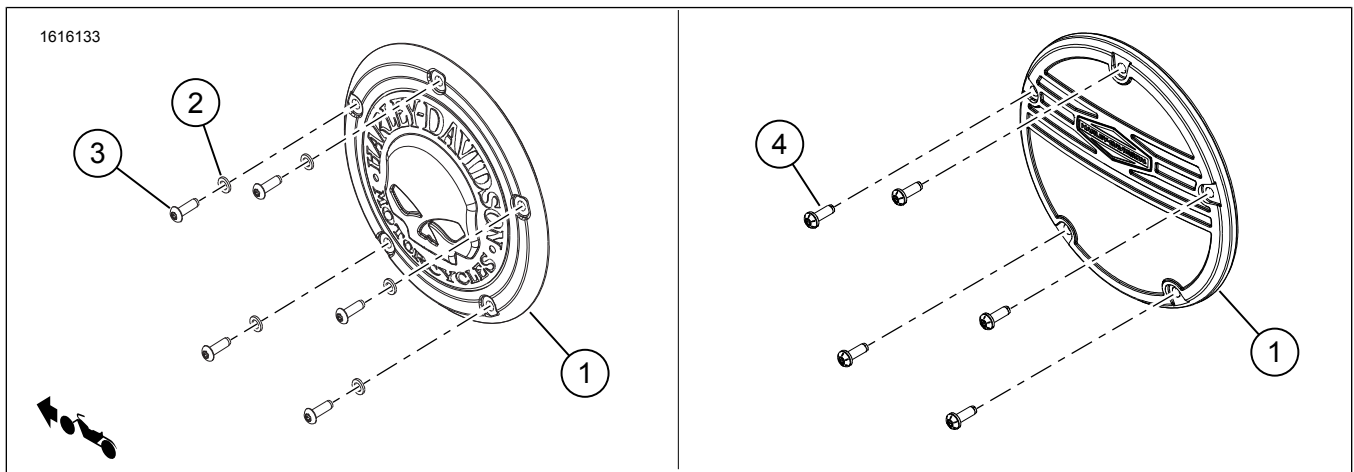
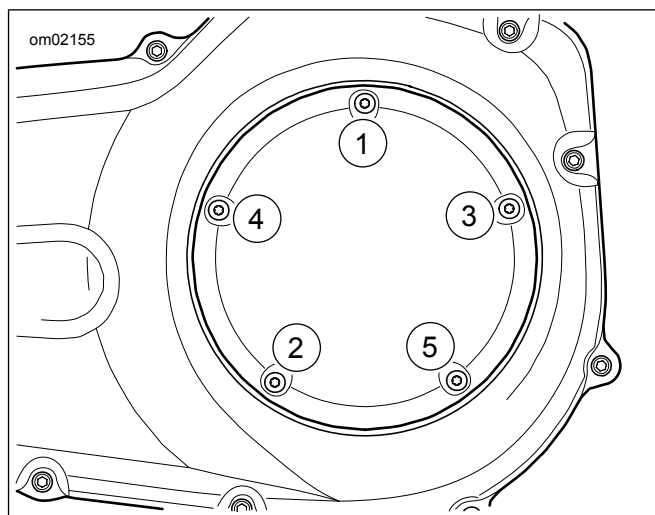

Figure 1. Contenu du kit : Composants de la trappe d'embrayage
Figure 2. Séquence de serrage de couvercle d'embrayage
1. Voir la figure 1. Installer un **nouveau** couvercle (1).
2. Poser les rondelles (2) et les vis (3).
3. Voir la figure 2. Serrer les vis (3) selon une séquence en étoile .
1. Voir la figure 1. Appliquer du frein filet sur les filets de vis (4).
2. Placer un couvercle **neuf** (1).
3. Poser les vis (4).
4. Voir la figure 2. Serrer les vis (4) selon une séquence en étoile .